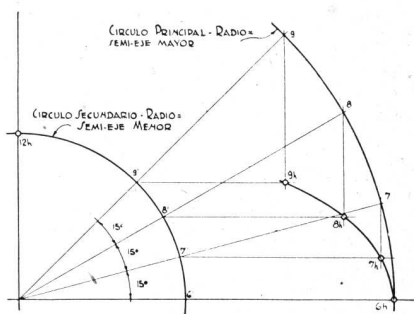

Figura 3.—Forma práctica de construir una elipse con ayuda de las circunferencias trazadas con radio igual a los semi-ejes.
La elipse puede ser trazada empleando cualquiera de los procedimientos conocidos. En forma práctica lo haremos por puntos, con ayuda de dos círculos concéntricos de radios iguales a los semi-ejes calculados, aplicación del teorema que dice que las ordenadas de la elipse se hallan en relación constante con las ordenadas correspondientes del círculo principal (figura 3). El círculo de radio mayor, o sea, el principal, representa en nuestro dibujo, el recorrido aparente del Sol en las 24 horas del día. Luego, cada división del mismo en arcos de 15°, corresponderá a una hora ($360/24 = 15$), por lo que será conveniente el empleo de los puntos hallados en ésta forma, para el trazado de la elipse ya que nos quedará ésta directamente dividida en horas, cosa que puede tener su interés. Cuando en (1) el valor obtenido es negativo, el centro de la circunferencia se halla por encima de R, lo que se produce cuando la declinación es negativa, es decir, es Sud.